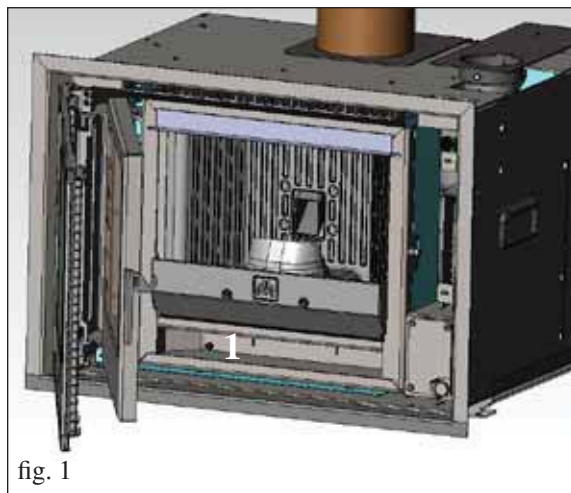

fig. 1
- Limpiar el hogar y el hueco debajo del hogar (1) (fig. 1).